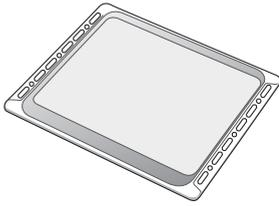

Fig. 2
**Piastra per dolci (Fig. 2)**